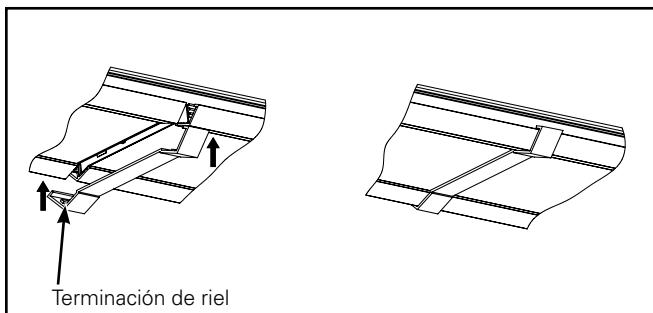

Figura 14.
8. Quite la película protectora de la guía de onda. Instale la terminación suministrada entre las guías de onda. (Figura 14.)